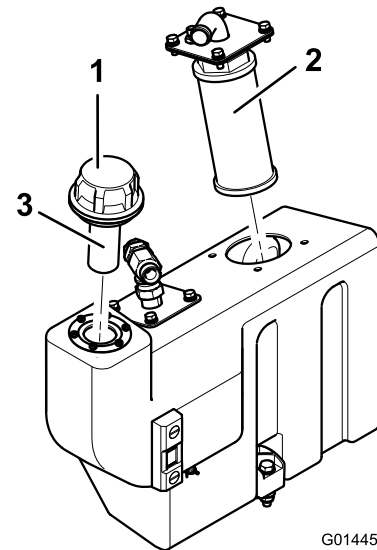

Figura 71
1. Rimuovete la flangia di aspirazione del serbatoio dell'olio per poter raggiungere la succhieruola (Figura 71).
2. Svitare la succhieruola, rimuovetela e pulitela con paraffina o benzina prima di montarla (Figura 71).